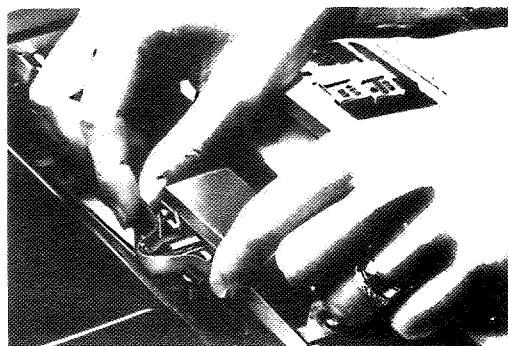

Fig. 2.13
- 5 - Far passare il nastro attraverso le apposite guide e davanti alla testina ad aghi (Fig. 2.13).